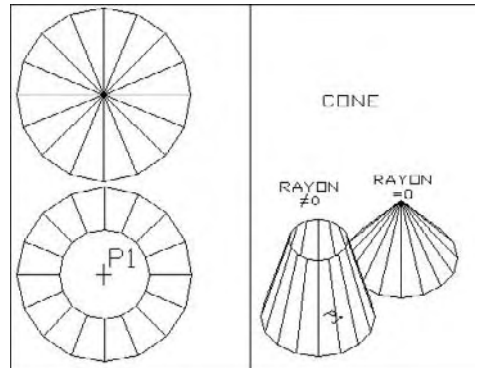

Fig.6.8
- CONE : permet de dessiner un cône (fig.6.8).